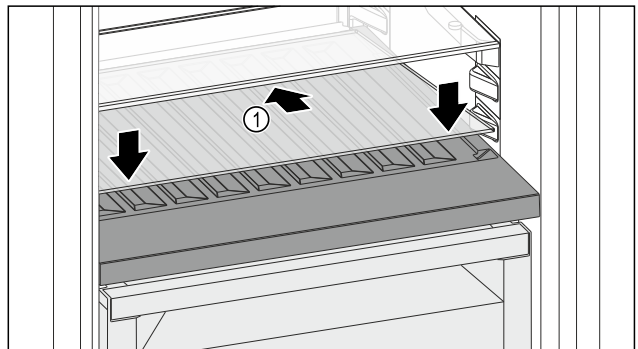

Fig. 125
- ▶ Поставете стъклената плоча Fig. 125 (1) косо и наклонена назад надолу.
- ▶ Спуснете стъклената плоча Fig. 125 (1) отпред.